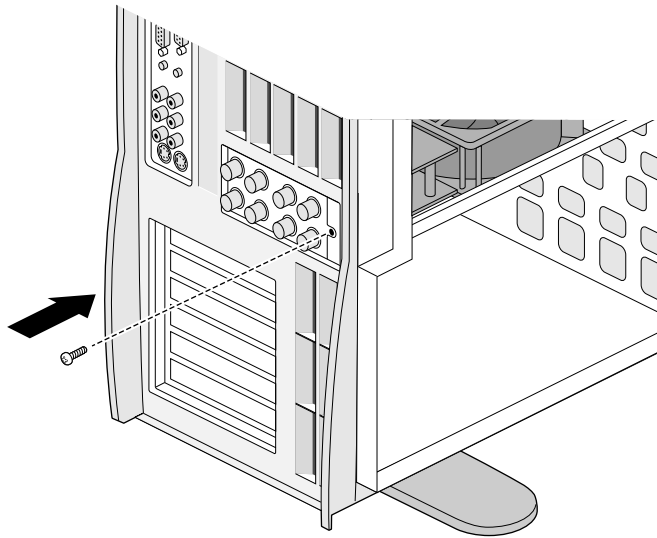

図 5-19 Silicon Graphics SD1100 ネジの取り付け
13. システムの背面から、ネジを締めて Silicon Graphics SD1100 カードを本体に固定します。I/O ブランクパネルから取り外したネジを使用します (図 5-19)。